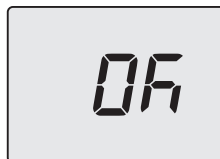

Figura 5.52
- Premendo il tasto 14 (Figura 5.47) si ottiene la conferma del valore inserito. Il display visualizzerà per 5 sec. quanto segue (Figura 5.52) poi, si porterà al livello superiore.